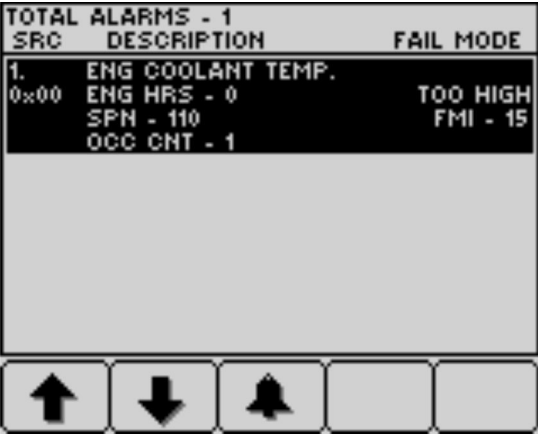

Figure 38
3. Appuyez sur les boutons 1 à 5 pour afficher la liste des anomalies actives (Figure 38).
4. Appuyez sur les boutons 1 à 5 pour afficher la liste des anomalies actives; voir Figure 38 sous Messages d'avertissement du moteur (page 37).